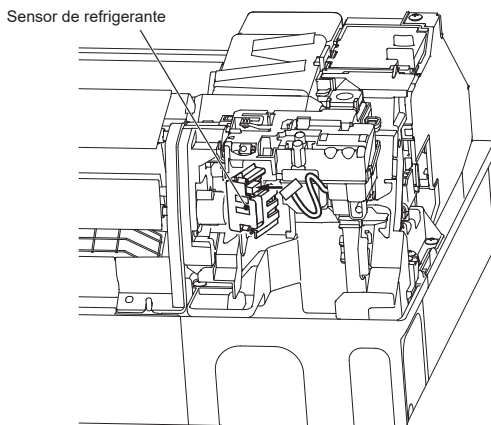

Fig. 2
Procedimiento de instalación (Fig. 2)
- 3) Conecte el cable conductor al sensor de refrigerante. (Fig. 2)